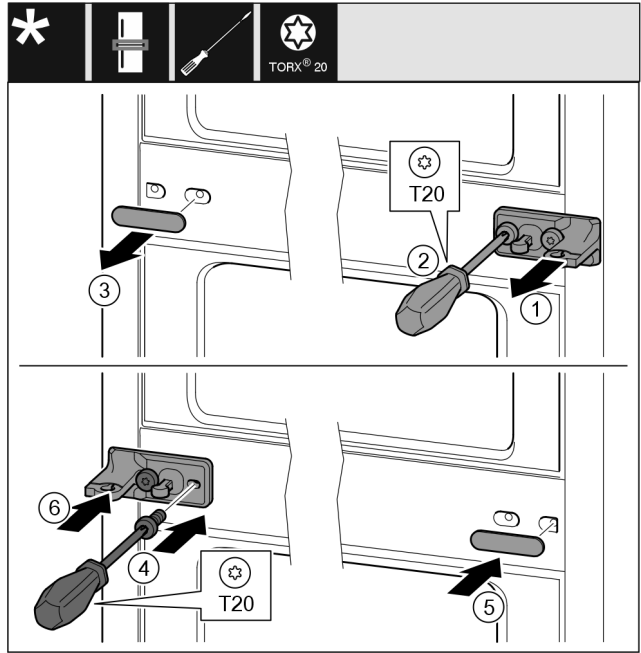

Fig. 21
- Retirer la rondelle Fig. 21 (1).
- Retirer les vis Fig. 21 (2) avec un tournevis.
- Retirer le cache Fig. 21 (3) avec précaution.
- Visser fermement le support de palier avec film Fig. 21 (4) tourné de 180° de l'autre côté.
- Installer le cache Fig. 21 (5) tourné de 180° de l'autre côté.
- Insérer la rondelle Fig. 21 (6).